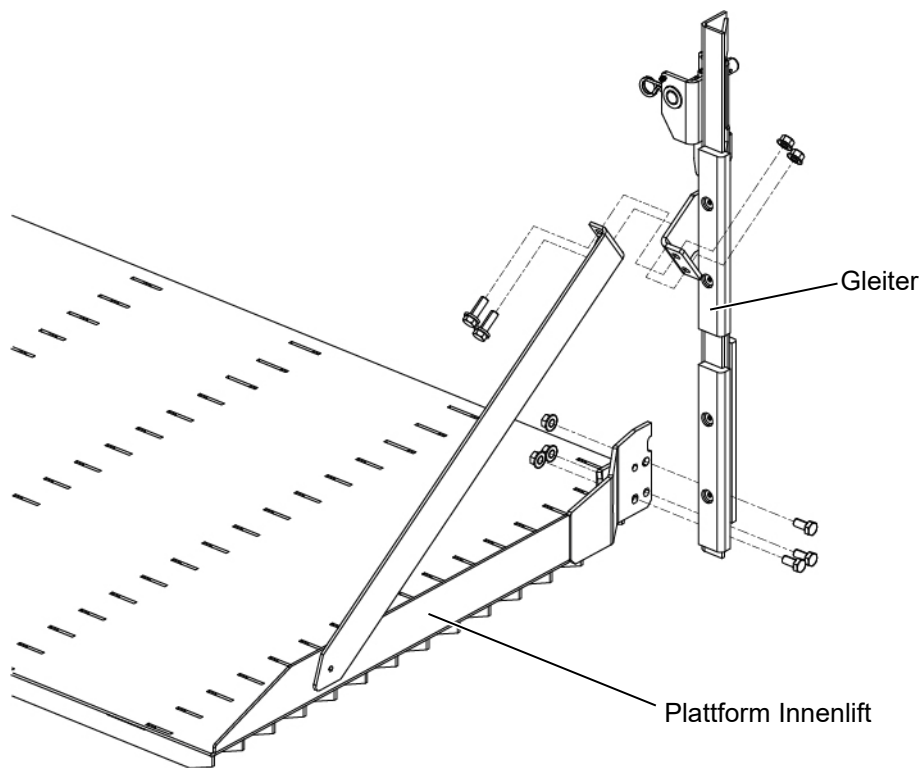

Abbildung 13: Gleiter montieren
► Montieren Sie beide Gleiter an die Plattform des Innenliftes (siehe Abbildung 13).